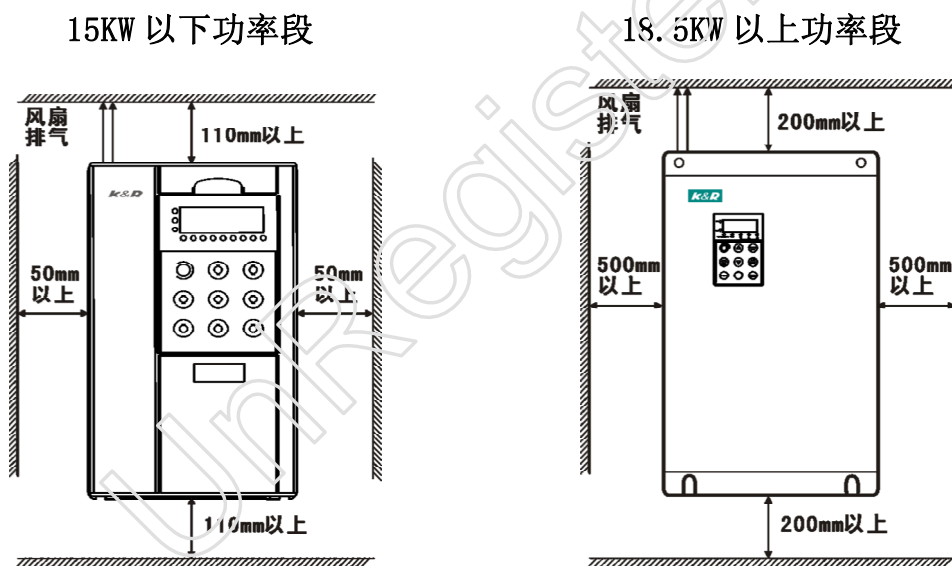

图 3-1 安装的间隔距离图
- (1) 一般情况下应立式安装，卧式安装时会严重影响散热，必须降额使用。
- (2) 安装间隔及距离最小要求，如图 3-1 所示。